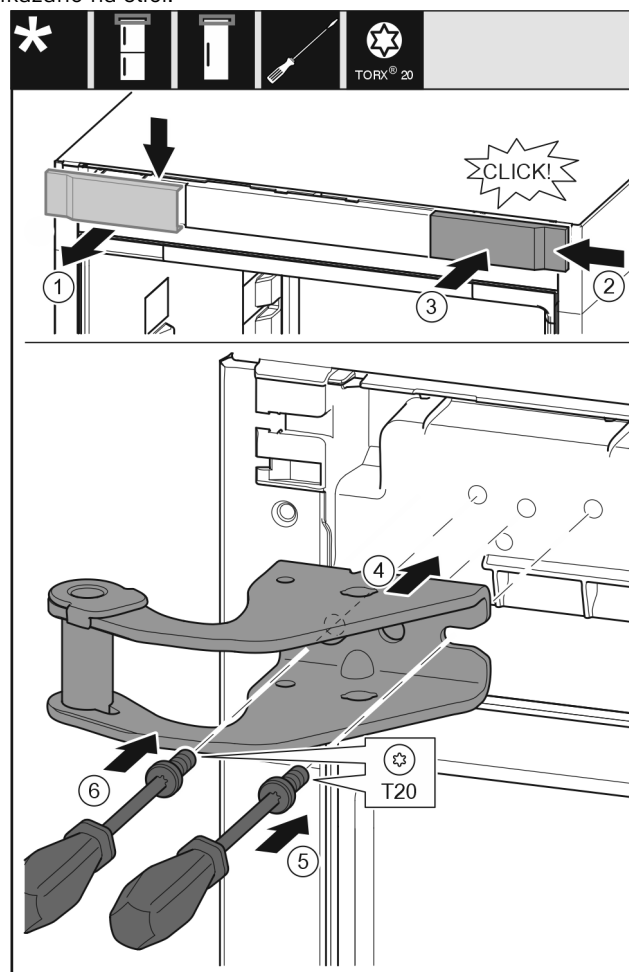

Fig. 31
- ▶ Skinite pokrov odozgo prema naprijed. Fig. 31 (1)
- ▶ Objesite pokrov okrenut za 180° na drugoj strani s desne strane. Fig. 31 (2)
- ▶ Pustite da pokrov uskoči. Fig. 31 (3)
- ▶ Postavite gornji podložak ležaja. Fig. 31 (4)
- ▶ Odvijačem T20 umetnite i pritegnite vijak. Fig. 31 (5)
- ▶ Odvijačem T20 umetnite i pritegnite vijak. Fig. 31 (6)